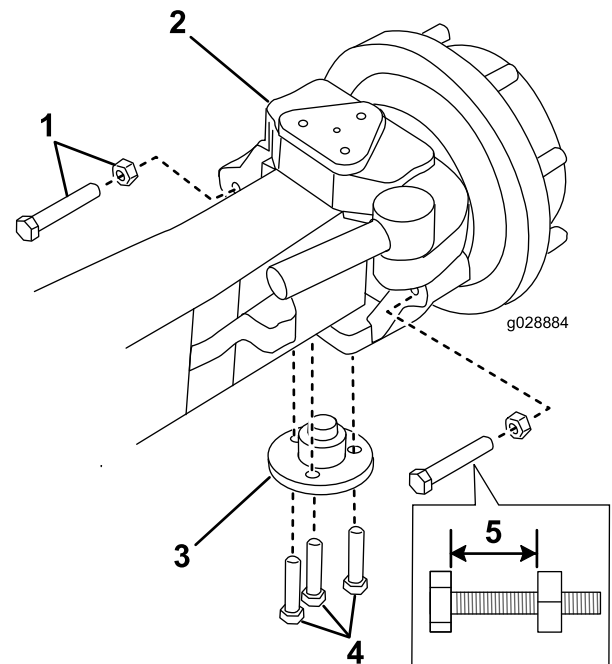

Figura 1
6. Mida y registre la longitud del perno expuesto en cada limitador de dirección (Figura 1).
1. Perno y tuerca (2)
7. Retire los pernos y las tuercas del limitador de dirección (Figura 1).
9. Retire el pivote inferior retirando los 3 pernos que lo sostienen (Figura 1).